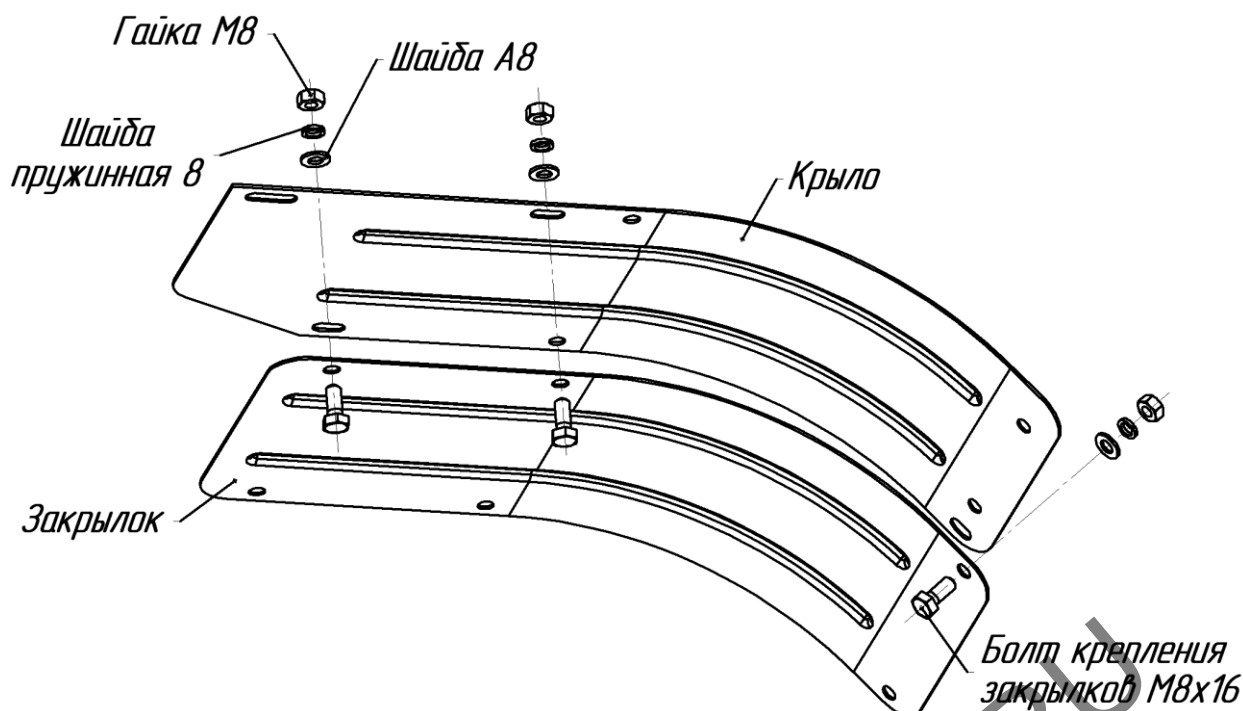

Рис.12 Схема крепления закрылков (дополнительных крыльев)
9. Установить защитные крылья (закрылки) над фрезами (рис.12).